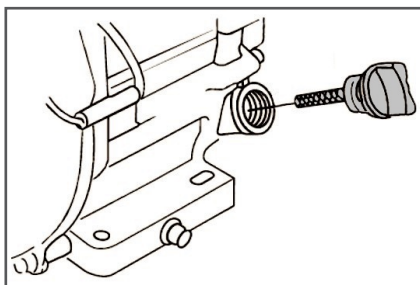

Рис. 11 Крышка-щуп маслозаливной горловины
2. Выкрутите крышку-щуп маслосливной горловины и извлеките щуп (Рис. 11).
- Выкрутите крышку-щуп маслозаливной горловины и извлеките щуп (Рис. 11).